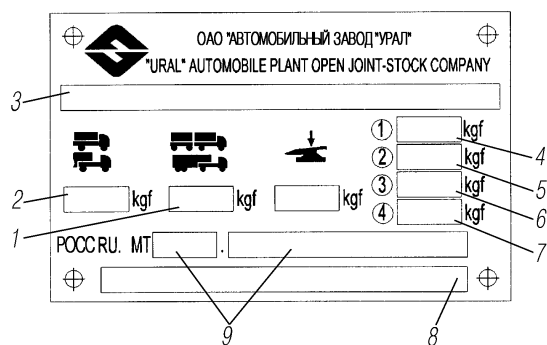

Рис. 2. Содержание маркировки заводской таблички:
**Маркировка автомобиля** выполнена на заводской табличке (рис. 2), установленной на кабине с правой стороны под наружной облицовкой кабины.